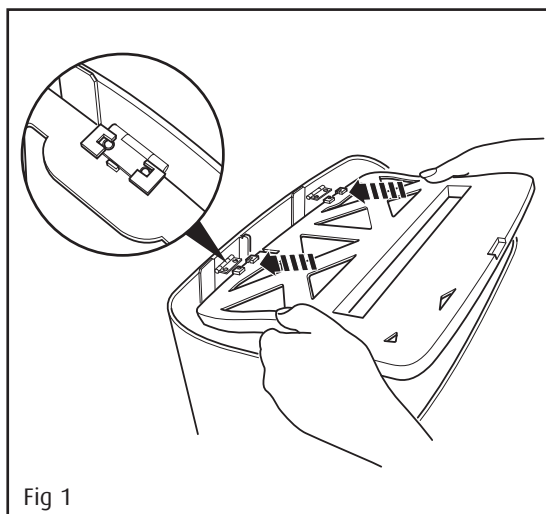
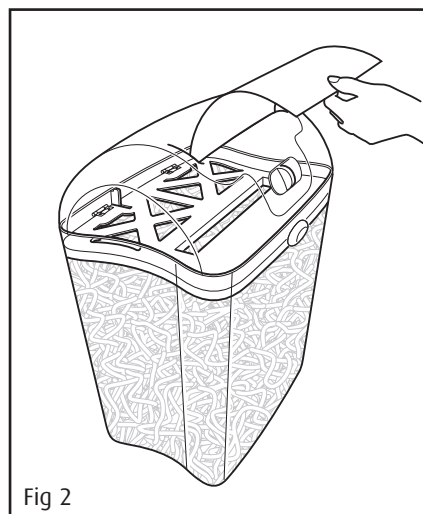

Fig 1
Fig 2
Ⓢ The ribbon cut model features a compactor plate, which needs to be installed before use as illustrated in figure 1. The V60 aids in the compaction process to compact more paper for less bin emptying. Other benefits include the bin full indicator, which turns the machine off automatically once the bin is full (see figures 2 & 3). This helps you maximise the capacity of your bin. The compactor plate also prevents spillage of paper when you remove the shredder head, and aids in the neater disposal of the contents when emptying. The waste bin requires emptying when the machine stops automatically during the shredding process and/or when it is not possible to feed a single sheet. (figures 2 & 3)
Ⓢ Ce modèle coupe droite est doté d'une plaque de compactage qui doit être installée avant toute utilisation comme l'illustre la figure 1. Grâce à cette plaque de compactage, vous pouvez détruire un plus grand nombre de feuilles et vider la corbeille moins souvent. Cet appareil présente également l'avantage de s'arrêter automatiquement dès que la corbeille est pleine (voir figures 2 & 3), ce qui vous permet de maximiser la capacité de la corbeille. La plaque de compactage empêche le débordement de fibres lorsque vous enlevez la tête du destructeur, et permet de vider la corbeille plus facilement. Pour un compactage optimal, alimentez le nombre de feuilles maximum recommandé. Les coupeurs s'arrêtent de fonctionner dès que le papier a été détruit. La corbeille doit être vidée lorsque la machine s'arrête automatiquement pendant le processus de destruction et/ou lorsqu'il est impossible d'alimenter une nouvelle feuille de papier (voir figures 2 & 3).
Ⓢ Das Streifenschnittmodell enthält eine Verdichtungsplatte, die vor Gebrauch angebracht werden muss (siehe Abbildung 1). Die Verdichtungsplatte des V60 unterstützt den Komprimierungsprozess, so dass der Auffangbehälter weniger häufig entleert werden muss. Dieses Gerät schaltet sich außerdem automatisch ab, wenn der Auffangbehälter voll ist (siehe Abbildungen 2 und 3). Dies hilft Ihnen, das Auffangvolumen des Behälters voll auszunutzen. Die Verdichtungsplatte verhindert das Überquellen des vernichteten Papiers beim Abnehmen des Schneidwerks und erleichtert die Entleerung des Auffangbehälters.
Ⓢ De strokenvernietiger heeft een samendrukplaat die voor het gebruik geïnstalleerd moet worden (zie afb. 1). Het voordeel van de samendrukplaat van de V60 is dat u meer papier kunt vernippen en de opvangbak minder vaak hoeft te legen. Nog een voordeel is dat de machine automatisch afslaat wanneer de opvangbak vol is (zie afb. 2 & 3). Hierdoor benut u de capaciteit van de opvangbak optimaal. De samendrukplaat perst de papiersnippers samen wanneer u het bovendee van de papiervernietiger verwijdert, en zorgt ervoor dat ze bij het legen van de opvangbak bijeengehouden worden. De messen stoppen automatisch zodra al het papier is vernippert. De opvangbak moet geleegd worden wanneer de machine tijdens het vernippeningsproces automatisch stopt en/of wanneer het niet langer mogelijk is een vel door de papierinvoersleuf in te voeren (zie afb. 2 & 3).
Ⓢ Il modello con taglio a strisce dispone di una piastra compattatrice, che deve essere installata prima dell'uso come illustrato nella figura 1. I vantaggi della piastra compattatrice della V60 consistono nel fatto che è possibile distruggere una maggiore quantità di carta e svuotare il cestino meno frequentemente. Un'altra caratteristica è che la macchina si spegne automaticamente quando il cestino è pieno (vedere le figure 2 e 3). Ciò vi aiuta a massimizzare la capacità del vostro cestino. La piastra compattatrice impedisce che la carta tagliata si rovesci quando togliete la testina di taglio e diminuisce la confusione quando si svuota il cestino. Si deve svuotare il cestino quando la macchina si ferma automaticamente durante il processo di taglio e/o quando non è possibile alimentare un unico foglio nell'imboccatura della carta. (figure 2 e 3)
© Till strimlarmodellen hör en platta som kompakterar avfallsmaterialet. Den måste installeras före användningen, se fig. 1. Fordelarna med plattan i V60 är att du kan strimla mer papper innan avfallskorgen behöver bytas. En annan funktion är att maskinen stängs av automatiskt när avfallskorgen är full (se fig. 2 och 3). På så sätt kan du utnyttja korgens hela kapacitet. Plattan förhindrar att pappersstrimlorna spills ut när du tar bort strimlarhuvudet, och gör tömningen till ett mindre skräpigt arbete. Avfallskorgen behöver tömmas när maskinen stannar automatiskt under strimlandet eller när det inte går att mata in ett enstaka ark i springan. (fig. 2 och 3).
© Strimmelkuttmodell har en komprimeringsplate som må installeres før bruk, som vist i figur 1. Fordelene med V60s komprimeringsplate er at større mengder papir kan makuleres og du slipper å tømme papirkurven så ofte. Maskinen slår seg også av automatisk når papirkurven er full (se fig. 2 og 3). Dette hjelper deg å utnytte papirkurven maksimalt. Komprimeringsplaten forhindrer at makulert papir ramler ut når makuleringshodet tas av, og det blir mindre rotete når papirkurven skal tømmes. Papirkurven må tømmes når maskinen stopper automatisk under makuleringsprosessen og/eller når det ikke er mulig å mate et enkelt ark inn i papirmateren. (figurer 2 & 3)
© Strimmelmakulatoren er udstyret med en kompaktorplade, som skal monteres som vist i fig. 1, før makulatoren anvendes. Fordelene ved V60's kompaktorplade er, at du kan makulere mere papir og ikke skal tømme affaldsbeholderen så ofte. En anden funktion er, at makulatoren automatisk slukkes, når affaldsbeholderen er fyldt (se fig. 2 og 3). Det maksimerer affaldsbeholderens kapacitet. Kompaktorpladen forhindrer, at det makulerede papir falder ud på gulvet, når makulatordelen tages af affaldsbeholderen, og der bliver mindre oprydning, når du tømmer affaldsbeholderen. Knivene stopper automatisk, når papiret er makuleret. Affaldsbeholderen skal tømmes, når makulatoren stopper automatisk under makuleringsprocessen, og/eller når det ikke er muligt at indføre et enkelt ark i papirindføringen (fig. 2 & 3).
© Модель с продольной нарезкой оснащена прижимной пластиной, которую перед эксплуатацией необходимо установить, как показано на рис. 1. Преимущества наличия прижимной пластины в V60 заключаются в том, что Вы можете уничтожить больше бумаг и реже освобождать приемную корзину. Другой особенностью является то, что устройство отключается автоматически при наполнении корзины (см. рис. 2 и 3). Это помогает Вам максимально использовать емкость корзины. Прижимная пластина предотвращает рассыпание разрезанной бумаги при снятии ножевого диска уничтожителя и уменьшает количество мусора, образующегося при освобождении корзины. Для лучшего уплотнения рекомендуется закладывать максимальное количество листов. Режущий механизм остановится автоматически по окончании резки бумаги. Приемную корзину необходимо освободить в случае автоматической остановки в процессе работы и/или если корзина заполнена и устройство больше не принимает бумагу для резки. (рис. 2 и 3)
© Dzięki zastosowaniu płyty kompresującej odpady, w pojemniku na ścinki zmieści się większa ilość papieru i koszt nie będzie wymagał częstego opróżniania. W przypadku zapełnienia kosza niszcarka wyposażona jest w automatyczny wyłącznik, który zatrzyma urządzenie (patrz rys. 2 i 3). Pozwala to w optymalny sposób wykorzystać miejsce w pojemniku na odpady. Jednocześnie płyta kompresująca zapobiega wysypywaniu się ścinków z pojemnika po zdjęciu głowicy niszcarki oraz sprawia, że pocięty papier stanowi bardziej zwartą masę.
1. Push the switch to the on position (I).
4. **The waste bin requires emptying when the machine stops automatically during the shredding process and/or when it is not possible to feed a single sheet. (figures 2 & 3)**